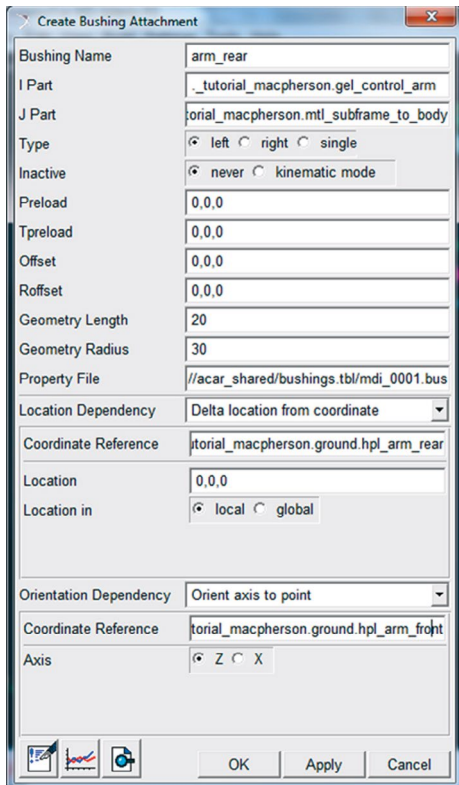

Figura 4.102 – Criação da primeira bucha.
- Preencha os campos da janela *Create Bushing Attachment*, como ilustrado na Figura 4.102. Note que essa bucha também é construída entre o *General Part* “gel_control_arm” e o *Mount* “mtl_subframe_to_body”.